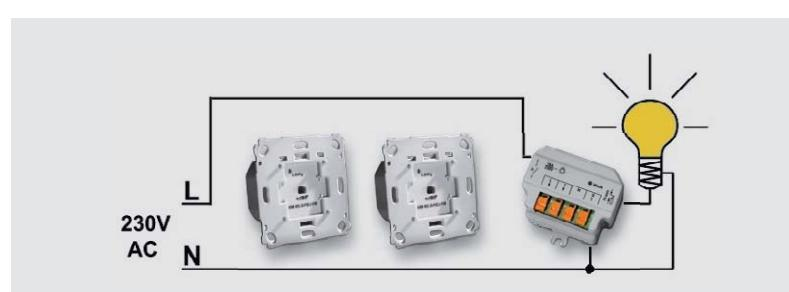

Bild 8: Wechselschaltung mit zwei Homematic Funk-Wandsendern, 2fach, für Markenschalter, Batteriebetrieb und Homematic Funk-Schaltaktor, Unterputz
Lösung 4: Wenn die vorhandene Wechselschaltung nicht über einen Neutralleiter „N“ in den Schalterdosen verfügt, so müssen beide Wechselschalter durch einen Homematic Funk-Wandsender, 2fach, für Markenschalter, Batteriebetrieb (4) ersetzt werden. Eine der abgelösten korrespondierenden Leitungen wird fest mit der speisenden Phase „L“ sowie mit dem anderen Ende am Lampendraht angeschlossen (Farbgleichheit beachten!). Die andere korrespondierende Leitung wird isoliert „totgelegt“. An der Lampe selbst besteht die Möglichkeit, einen Funk-Schaltaktor, Unterputz (3) zu montieren, wie in Bild 8 zu sehen.